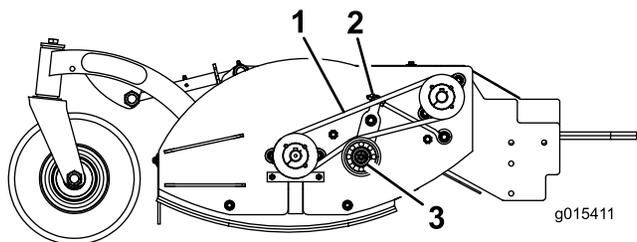

Figura 9
Ispezionate visivamente la cinghia (Figura 9) per verificare la presenza di sporco, usura, crepe e/o segnali di surriscaldamento.
La tensione adeguata della cinghia del tosaerba è di 2 kg di forza per flettere la cinghia di 13 mm nel punto intermedio dell'arco più lungo (Figura 9).
- A. Allentate il dado di bloccaggio (Figura 9).